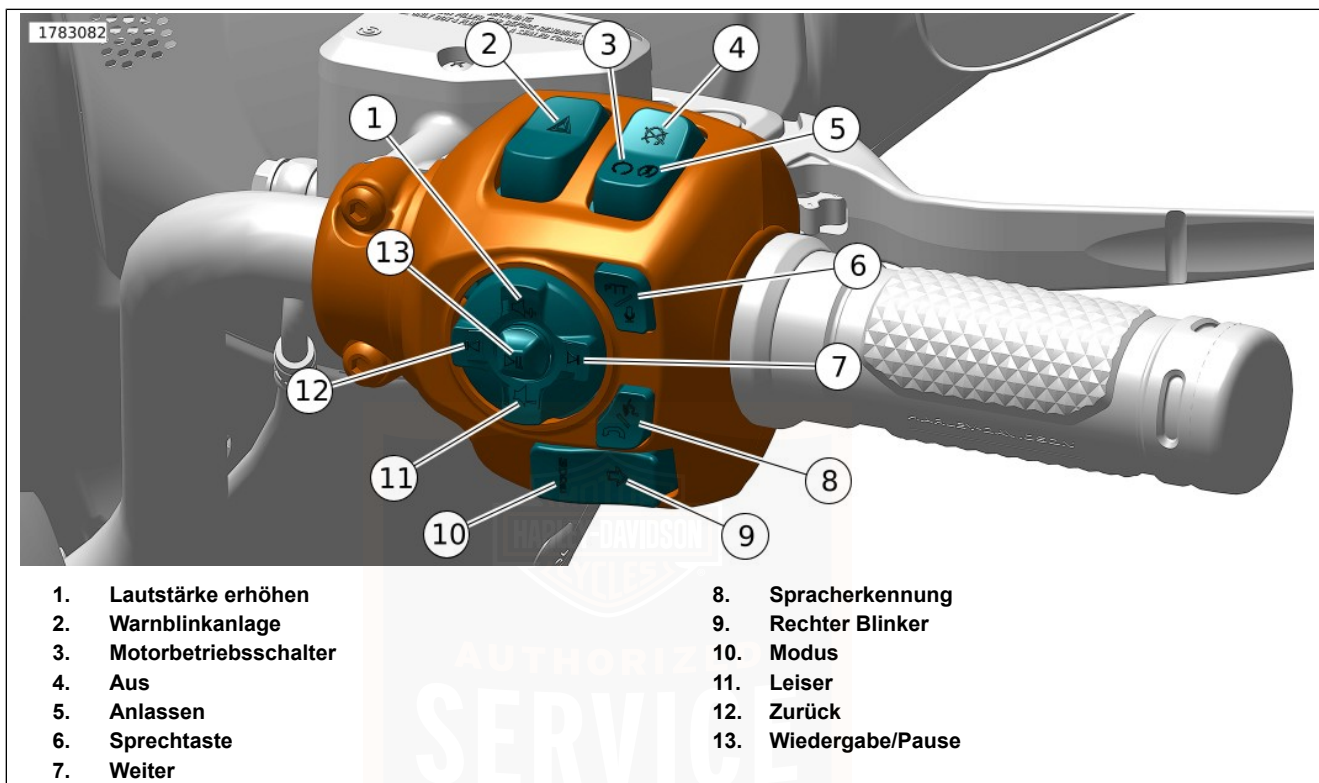

Abbildung 32. Rechtes Handbedienmodul (RHCM)
Siehe Abbildung 32. Der Warnblinkanlagenschalter (2) dient zur dauerhaften Aktivierung der Vierfach-Warnblinkanlage bei einem liegengebliebenen Motorrad. Mithilfe der Warnblinker kann das Motorrad mit ausgeschalteter Zündung zurückgelassen werden, bis Hilfe geholt wird. Siehe Tabelle 26.
1. Während der Motorbetriebsschalter auf RUN (Ein) (3) steht, auf den Warnblinkanlagenschalter drücken, um die Vierfach-Warnblinkanlage zu aktivieren.
Siehe Abbildung 32. Den Motorbetriebsschalter auf OFF (Aus) (4) stellen, um den Motor abzustellen. Siehe Tabelle 26.
Siehe Abbildung 32. Den Motorbetriebsschalter auf RUN (Ein) (3) stellen, damit der Motor starten und laufen kann. Der Motorbetriebsschalter muss sich in der Stellung RUN (Ein) befinden, damit der Motor angelassen und betrieben werden kann. Siehe Tabelle 26.
Siehe Abbildung 32. Den rechten Blinkerschalter (9) zur Aktivierung des rechten Blinkers betätigen. Siehe Tabelle 26.
Siehe Abbildung 32. Die „Lautstärke erhöhen“-Taste (1) drücken, um die Lautstärke zu erhöhen. Siehe Tabelle 26.
Siehe Abbildung 32. Die „Weiter“-Taste (7) drücken, um die nächste Mediendatei auszuwählen. Siehe Tabelle 26.
Siehe Abbildung 32. Die „Lautstärke verringern“-Taste (11) drücken, um die Lautstärke zu verringern. Siehe Tabelle 26.
Siehe Abbildung 32. Die „Zurück“-Taste (12) drücken, um die vorherige Mediendatei auszuwählen. Siehe Tabelle 26.
Siehe Abbildung 32. Die „Wiedergabe/Pause“-Taste (13) drücken, um die aktuelle Mediendatei wiederzugeben oder anzuhalten. Siehe Tabelle 26.
Siehe Abbildung 32. Die Sprech Taste (6) dient bei entsprechend ausgestatteten Fahrzeugen der Bedienung der Fahrer/Sozius-Sprechanlage. Siehe Tabelle 26.
1. Siehe Abbildung 32. Den Motorbetriebsschalter auf RUN (Ein) (3) stellen. Das Getriebe in den Leerlauf schalten. Die (grüne) Leerlauf-Kontrollleuchte leuchtet auf. Siehe FUNKTIONSWEISE > ANLASSEN DES MOTORS (Seite 137) .
2. Den Anlasser durch Drücken des Motorbetriebsschalters auf START (5) betätigen. Siehe Tabelle 26.
Siehe Abbildung 32. Die Spracherkennungstaste (8) aktiviert die Spracherkennungsfunktionen an einem angeschlossenen Mobilgerät. Siehe Tabelle 26.
Siehe Abbildung 32. Die Modustaste (10) drücken, um den Fahrmodus zu ändern. Siehe FUNKTIONSWEISE > FAHRMODI (Seite 124) . Siehe Tabelle 26.
Siehe Abbildung 32. Die Rechten Lenkerbedienelementmodul (RHCM) -Tasten verwenden, um mit Lauter (1), Leiser (11), Nächster (7), Vorheriger (12) und Wiedergabe/Pause (13) die RHCM Einstellungen der Audiomedien anzupassen. Siehe **BEDIENUNGSANLEITUNG > FUNKTIONSWEISE DER INFOTAINMENT-STEUEREINHEIT (IFCU) (Seite 163).**